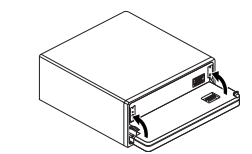

Fig. 13
**3. Faites pivoter les crochets en position droite. (Fig. 13)**